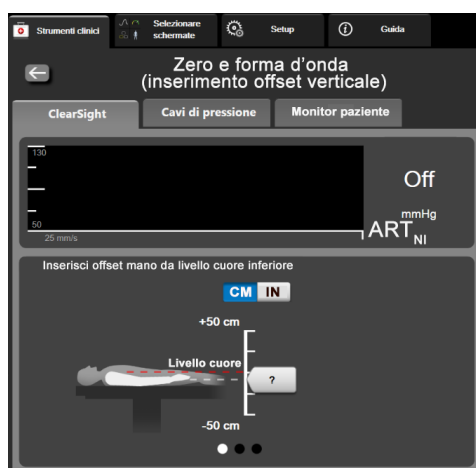

Figura 11-6 Zero e forma d'onda – Inserimento offset verticale
- 3 La schermata **Zero e forma d'onda** in questa modalità (illustrata nella figura 11-6) indicherà una barra con una scala verticale per rappresentare il valore di offset della mano rispetto al cuore; il livello del cuore è posto pari allo zero. Quando il valore di offset è positivo, il paziente tiene la mano sopra il cuore. Selezionare le unità della scala: **CM** (centimetri) o **IN** (pollici).